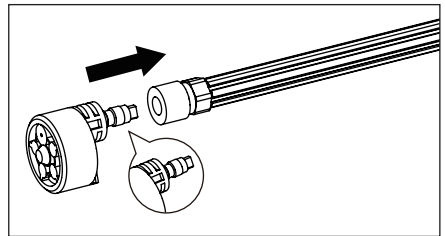

Abb. 3
2. Ziehen Sie die Oberseite des Düsenadapters nach unten, setzen Sie die Multi-Spray-Düse ein und lassen Sie los. (Abb. 3)